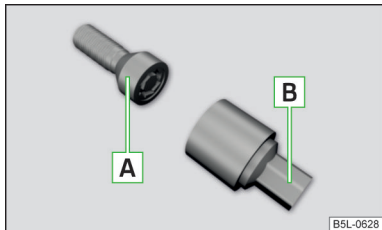

Fig. 341
Șuruburile de roată antifurt protejează roțile împotriva unui furt. Acestea pot fi » **fig. 341** **desfăcute/strânse** numai cu adaptorul **[B]**.
- Introduceți cheia de roți pe șurub până la capăt. Utilizați pentru șuruburile de roată antifurt adaptorul corespunzător » **fig. 341 la pagina 302**.